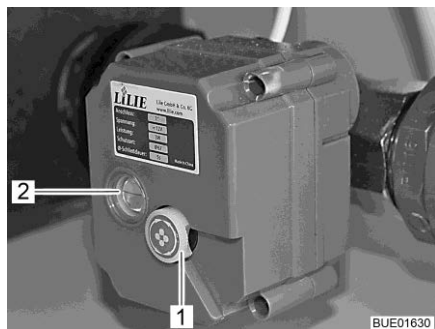

Bild 172 Elmanövrerad avtappningskran
En röd linje i fönstret (Bild 172,2) på den elmanövrerade avtappningskranen visar kranens läge:
- Dra vredet (Bild 172,1) på den elmanövrerade avtappningskranen utåt och vrid (i valfri riktning).